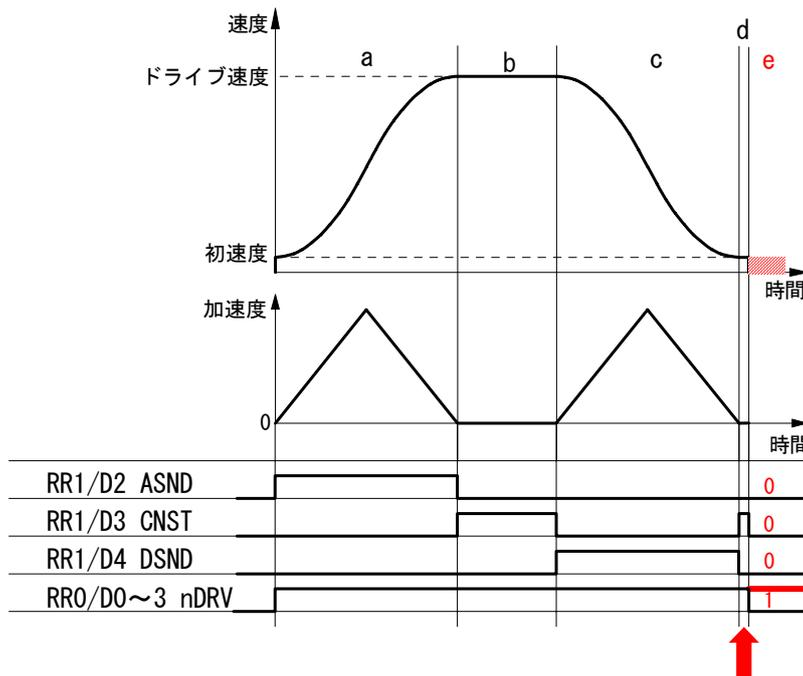

図3 RR1レジスタが示す加減速状態
ICのRR1レジスタからは、加速中(ASND)、定速中(CNST)、減速中(DSND)の加減速状態を読み取ることができますが、この時の加減速状態は次の図3ようになります。
減速停止要求が入ると不具合が発生する可能性がある区間は図3中dの区間で、この時の加減速状態は定速(CNST=1)を示しています。また不具合(連続してパルスを出す)が発生した場合には、ドライブ中(RR0/nDRV=1)にもかかわらず、ASND,CNST,DSNDはいずれも0となります。
基本的には減速が始まったら、減速停止をさせる必要がないわけですから、減速停止命令(26h)の発行を禁止するようにします。減速中であることを知るには通常nRR1/D4(DSND)を見ますが、図3に示すように、減速停止命令を書く和不具合が発生するのは図3中dの区間です。この区間ではDSNDビットは0になりCNSTビットが1になります。従って、回避策として次の2つの方法を提案させていただきます。
減速停止をかけたい区間は加速時及び定速時(図3のaとb)ですが、図3に示すように、不具合を起こす区間dも定速区間bと同じ定速状態を示します。しかし現在速度に違いがあり定速区間bでは設定ドライブ速度に近く、不具合を起こす区間dでは初速度に近い値です。従って、ドライブ開始前に初速度とドライブ速度の中間の速度を判定速度 $((\text{ドライブ速度} - \text{初速度})/2 + \text{初速度})$ として求めておき、ドライブ中減速停止命令を発行する時には、加速中(ASND=1)または定速中(CNST=1)で且つ現在速度 \geq 判定速度ならば減速停止命令を発行するようにします。
割込みの発生要因として、図3に示すS字加減速の定速域(b区間)終了を設定することができます。しかしこの割込みは、図3に示すように、
- ① 定速域終了を確認します。ドライブしている軸の RR3/D5(C-END)ビットが 0 の場合は、他の割り込み要因ですので、そちらの割り込み処理を行ないます。
- ② 減速域に入ったか確認します。RR1/D4(DSND)=1 の場合は、図 3 の b 区間から c 区間にはいった時ですから、そのまま処理を終了します。=0 の場合は d 区間終了であること示していますので、③の処理に移ります。
- ③ ドライブの終了を確認します。もしドライブが終了していれば、d 区間も正常に終了したことなので、そのまま処理を終了します。ドライブが終了していない場合は、d 区間が終了したにもかかわらずドライブ状態であることですので、不具合が発生したことがほぼ確定できます。即停止命令をかける前に、次の④と⑤は安全のために確認します。
- ④ ハードリミットがオンしていることを確認します。RR1/D12,D13 ビットはそれぞれ+方向、-方向のリミットが作動すると 1 を示しますので、D12=1 または D13=1 ならば、進行方向のリミットがオンしたと判断します。
- ⑤ 不具合発生時には ASND=CNST=DSND=0 となるので、これを確認します。
- ⑥ 即停止命令を発行します。
(2) IC からの割り込みを使用しない場合
図 3 の d 区間において進行方向のリミットがアクティブになると不具合が発生します(正確には、まれに発生する場合があります)。これを事前に回避する方策はありませんので、不具合が発生したら直ちに停止させる方法を取ることになります。図 3 に示すように不具合が発生すると(e 区間)、ドライブ状態のまま(RR0/nDRV=1)、加減速状態は ASND、CNST、DSND とともに 0 になります。この状態は正常なドライブでは起きません。よって、次のような対策のための処理例を示します。